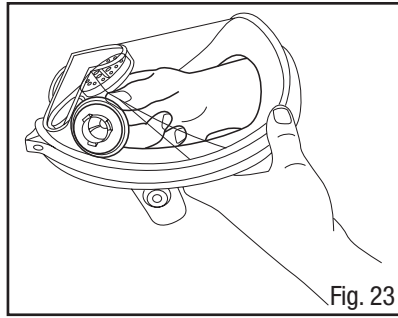
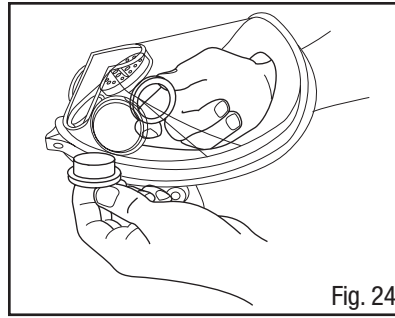

Fig. 23
Fig. 24
2. Remova o anel de baioneta girando 1/4 de volta no sentido anti-horário (Fig. 23).
3. Remova a baioneta do conjunto de lente (Fig. 24).
5. Remova os conjuntos de baioneta girando os anéis de baioneta no sentido anti-horário 1/4 de volta (Fig. 23) e removendo as baionetas do conjunto da lente (Fig. 24).